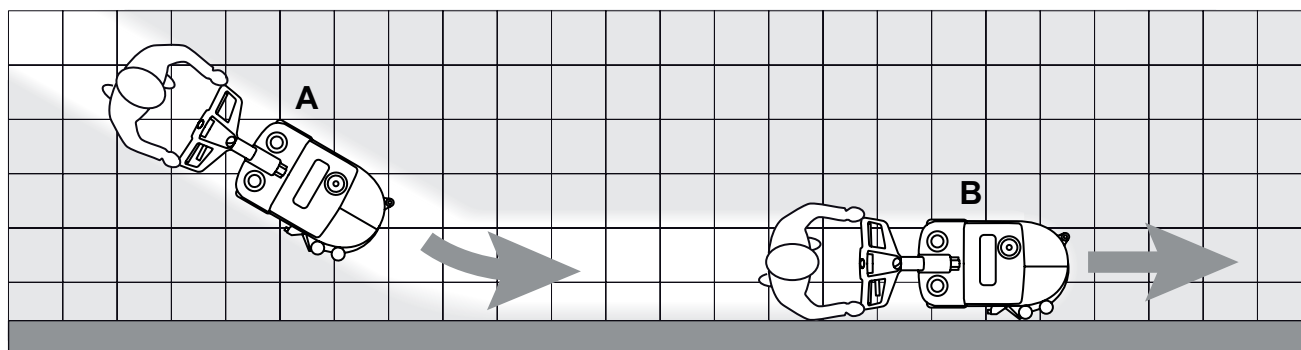

Figure 2
*Afin d'éviter d'endommager la surface du sol à nettoyer, ne pas utiliser la brosse à sec et, lorsque la machine est au repos, arrêter la rotation de la brosse / disque en relâchant les leviers (39).*
*Avant de soulever la brosse / disque, arrêter sa rotation en relâchant les leviers (39).*
*Pour un lavage / séchage correct des sols près des murs, l'avance conseillée est de s'approcher au murs avec le côté droit de la machine, comme indiqué dans la figure 2.*